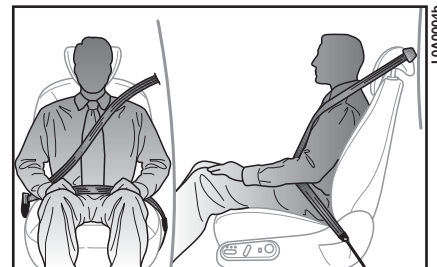

fig. 73
**La cinta del cinturón no debe estar retorcida. La parte superior debe pasar sobre el hombro y atravesar diagonalmente el tronco. La parte inferior debe estar bien adherida a las caderas (fig. 73), y no al abdomen del pasajero, para evitar el riesgo de que se deslice hacia adelante. No utilice dispositivos (ganchos, seguros, etc.) que impidan la adherencia de los cinturones al cuerpo de los pasajeros.**